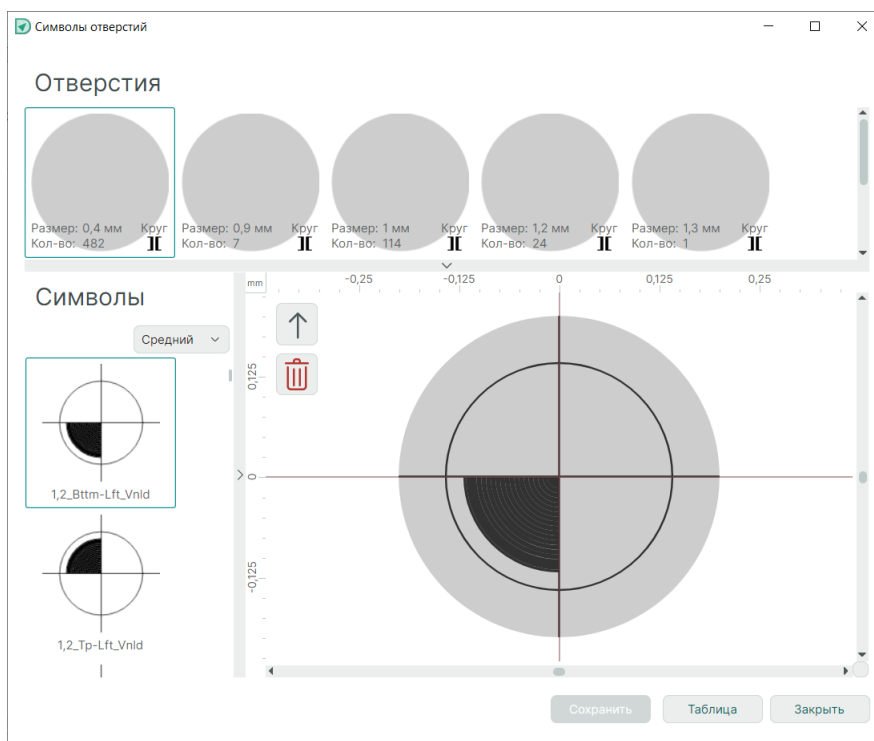

Рис. 55 Окно назначения символов отверстиям текущего проекта
3. В открывшемся окне «Символы отверстий» назначьте символы для отверстий, содержащихся в текущем проекте, см. Рис. 55. Символы отверстий хранятся в разделе «Графические символы» в Стандартах системы.